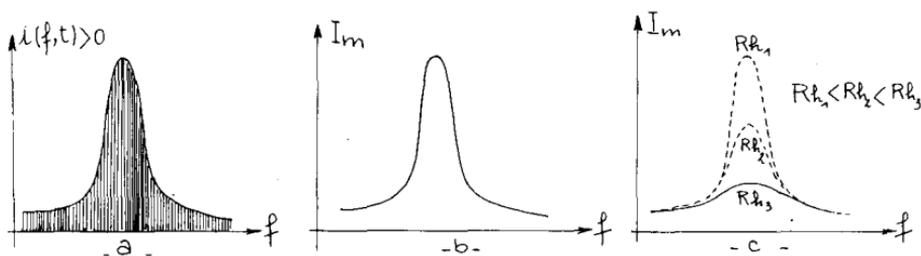

Fig. 6
a) sans le condensateur C_1 (fig. 6 a) : la diode supprime i négatif : le courant est « redressé »,
b) avec le condensateur C_1 (fig. 6 b) : le condensateur permet de mettre en évidence les variations de la tension entre ses armatures.
- réaliser la résonance floue (fig. 6 c),